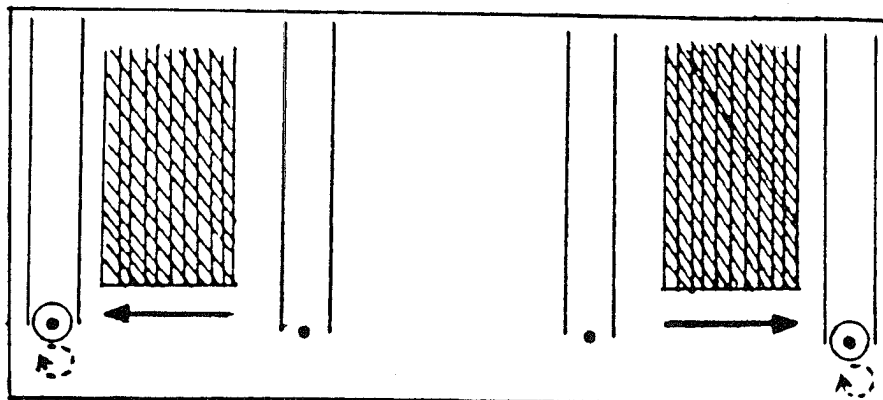

Figura 3
2. Alineamiento de la correa en las bandas sinfín modelo QUINTON (véase Figura 3):